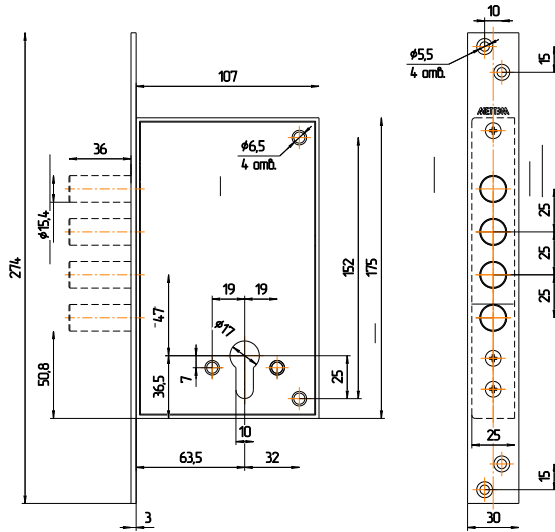

Рис.2
4.1. Произвести разметку на двери согласно рис.2. Выполнить на торце полотна двери гнездо для корпуса замка, а также отверстия для крепежа замка. Выполнить на полотне двери отверстия для МЦ и крепежа накладок, а в дверной коробке отверстия под пальцы засова.